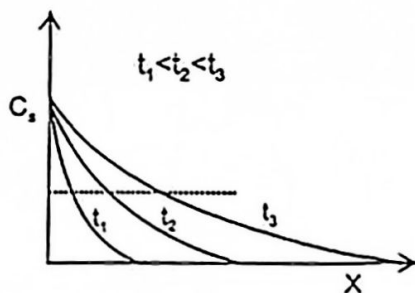

图 2
- (1) 菲克第二定律的解之一是误差函数解, $C = A + B \operatorname{erf}\left(\frac{x}{2\sqrt{Dt}}\right)$; 它可用于纯铁的渗碳过程。若温度固定, 不同时间碳的浓度分布则如图 2。已知渗碳 1 小时后达到某一特定浓度的渗碳层厚度为 0.5mm; 问再继续渗碳 8 小时后, 相同浓度的渗层厚度是多少? 10 分